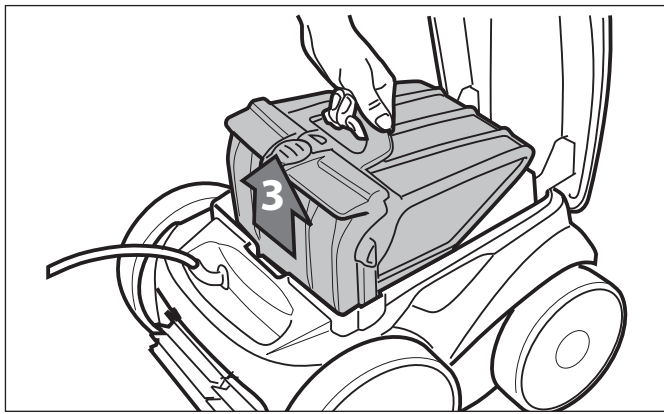

Figure 21. Retirer l'assemblage du filtre
6. Enlever l'ensemble du filtre du corps (3), comme illustré à la Figure 21.